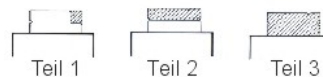

Bild 1.0
- 4.0 den Kuppelkasten, die kleinen Streben bis auf die Kupplungsebene entfernen Bild 1.0; 1.1